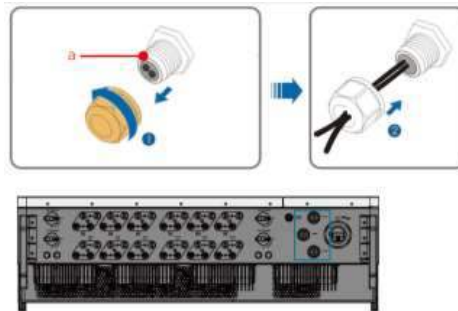

Fig. 4-46 Conduzca el cable a través de la tuerca giratoria
- 2) Afloje la tuerca giratoria del terminal de comunicación y seleccione una junta adecuada según el diámetro exterior del cable (5-8 mm). Conduzca el cable a través de la tuerca giratoria y junta sucesivamente (Fig. 4-46).